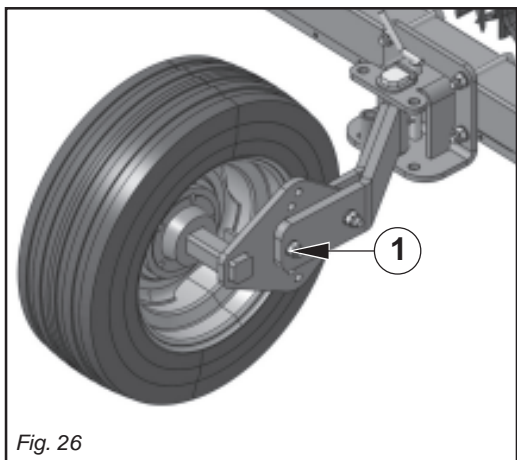

Fig. 26
- Régler la hauteur de travail en agissant sur les roues, dévisser le boulon, lever la roue à la hauteur voulue et remettre le boulon dans le trou correspondant (1 Fig. 26).
- *Durch die Räder kann nun die Arbeitshöhe beliebig eingestellt werden. Dazu ist der Stützbolzen aufzuschrauben, das Rad auf die gewünschte Höhe zu bringen, und der Bolzen in die derart gewählte Öffnung wieder einzufügen und festzuschrauben (1 Abb. 26).*
- Regule la altura de trabajo mediante las ruedas, desenrosque el perno de retención, levante la rueda a la altura deseada e introduzca el perno en el agujero elegido (1 Fig. 26).
ta, alzare la ruota all'altezza voluta, quindi reinserire il bullone nel foro prescelto (1 Fig. 26).
Raise the wheel to the desired height then replace the bolt in the proper hole (1 Fig. 26).